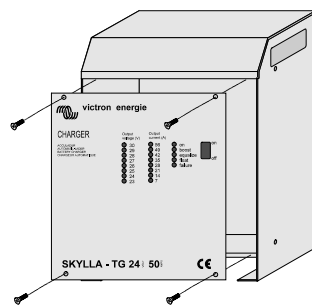

Abbildung 6.
- Entfernen Sie die 4 Schrauben auf der Vorderseite des Ladegerätgehäuses; siehe Abbildung 6.